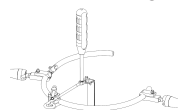

Figura 15
- Para angular las **hojas retractoras**, utilice la **llave hexagonal** (AL-0106) para aflojar el mecanismo giratorio del **soporte para hojas** y manipular la **hoja retractora** a mano hasta la posición deseada. Para asegurar la **hoja retractora**, apriete el mecanismo giratorio con la **llave hexagonal**. (Figura 15)